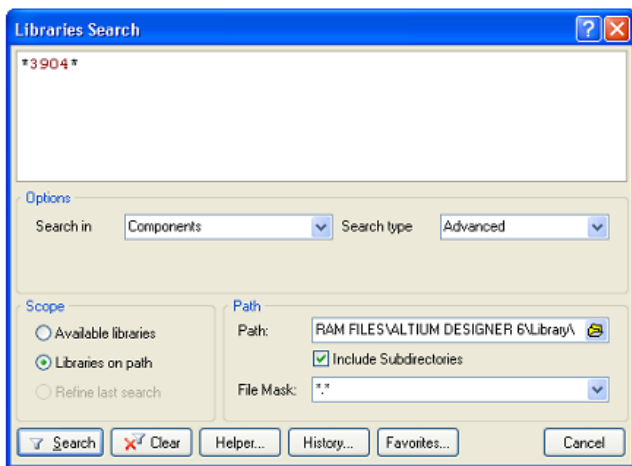

图6-5库搜索对话框
2.在Library面板中点击Search in按钮，或者通过选择Tools>>Find Component，来打开Libraries Search对话框，如图6-5所示。